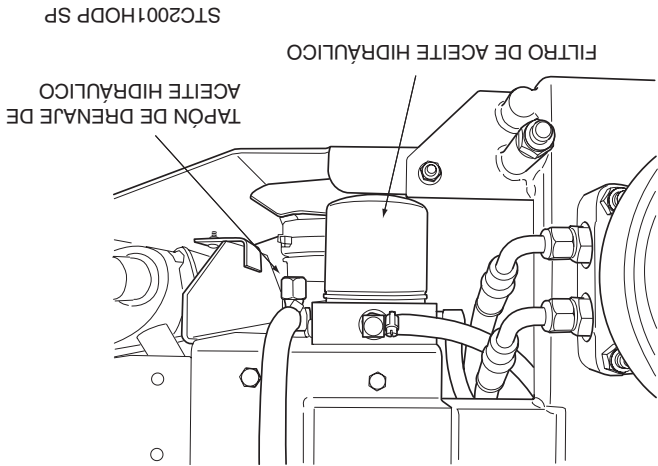

Figura 7-3 Filtro de aceite hidráulico y Tapón de drenaje
1. Quite el elemento del filtro de aceite (Figura 7-3, Página 30) y deséchelo apropiadamente. Llene el nuevo filtro con aceite limpio de motor SAE 20W50 e instálelo. Apriételo a mano solamente.
2. Coloque un recipiente adecuado debajo del filtro de aceite hidráulico. Incline el asiento hacia adelante. Quite la tapa de llenado del depósito y el tapón del drenaje del fondo de la T de drenaje en el lado frontal de la base del filtro. (Vea la Figura 7-3) Permita drenar el fluido en el recipiente y deséchelo apropiadamente.